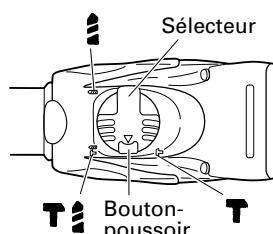

Fig. 13
(1) Montez la pointe de broyage ou le burin.
(2) Appuyez sur le bouton pressoir et positionnez le sélecteur au milieu des repères **T** et **T**. (Fig. 13)